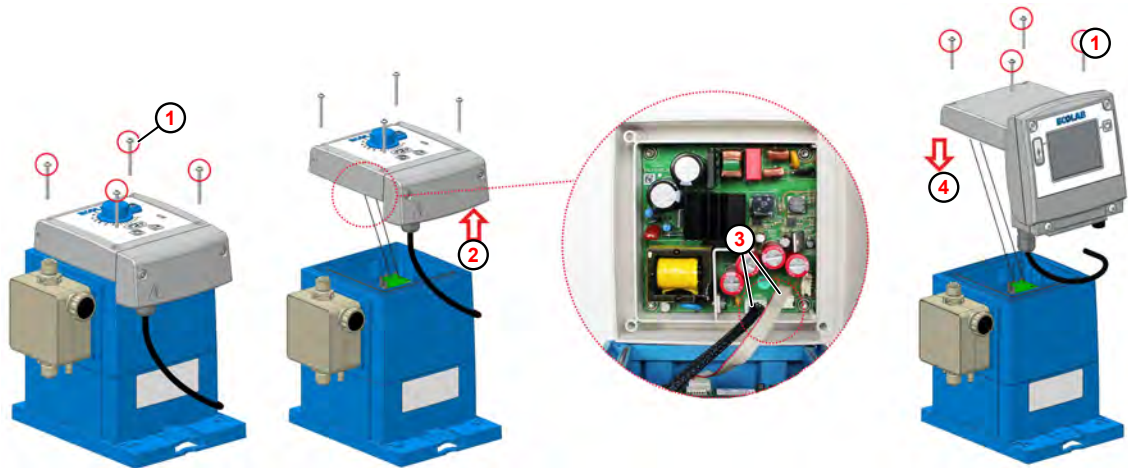

Fig. 33: Mise à niveau vers EcoAdd
- ① Vis de fixation
- ② Retirer l'unité de commande
- ③ Fiche
- ④ Poser l'unité de commande
**1.** Desserrer les vis de fixation ( Fig. 33 , ① ) de l'unité de commande **EcoUp** à l'aide d'une clé Torx (TX25).